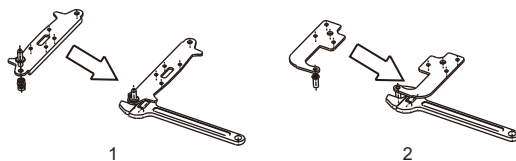

Рисунок 13
5. Переместите верхнюю петлю вниз, а нижнюю петлю - вверх (рис. 13).